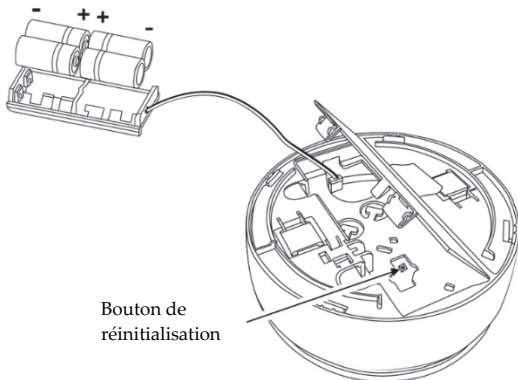

Figure 6
Appuyez sur le bouton de réinitialisation pour réinitialiser la sirène intérieure (*reportez-vous à la Figure 6*).
3. Retirez le logement des piles et remplacez les piles usagées par des piles neuves en respectant les polarités (voir Figure 6).